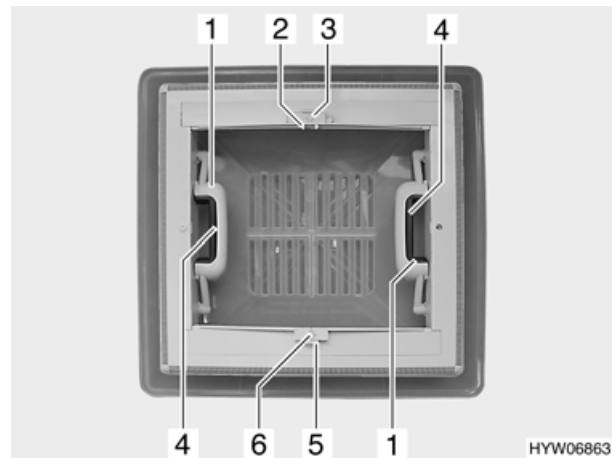

Bild 32 Dachlüfter mit Schnappverschluss
- Schnappverschluss (Bild 32,4) zur Innenseite des Dachlüfters drücken. Gleichzeitig mit dem Griff (Bild 32,1) den Dachlüfter nach oben drücken.
- Arretierung (Bild 32,5) zur Dachlüfteraußenseite drücken.
- Verdunklungsrollo am Griff (Bild 32,6) bis zum gegenüberliegenden Griff des Insektenschutzrollos (Bild 32,2) ziehen und einrasten lassen.
- Griff (Bild 32,2) zusammendrücken. Die Arretierung wird gelöst.
- Verdunklungsrollo am Griff (Bild 32,6) langsam zurückführen.
- Arretierung (Bild 32,3) zur Dachlüfteraußenseite drücken.
- Insektenschutzrollo am Griff (Bild 32,2) bis zum gegenüberliegenden Griff des Verdunklungsrollos (Bild 32,6) ziehen und einrasten lassen.
- Insektenschutzrollo am Griff (Bild 32,2) langsam zurückführen.